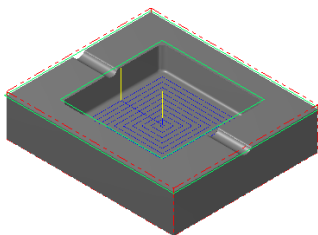

图 11.35 刀具路径
Step4. 设置曲面参数。在“曲面精加工浅平面”对话框中单击 **曲面参数** 选项卡，在 **下刀位置 (F)** 文本框中输入值 5。
Step5. 设置浅平面精加工参数。在“曲面精加工浅平面”对话框中单击 **浅平面精加工参数** 选项卡，在 **浅平面精加工参数** 选项卡的 **大切削间距 (M)** 文本框中输入值 4，选中 ☒ **由内而外环切** 复选框与 ☒ **切削顺序依照最短距离** 复选框，其他参数采用系统默认设置值。
Step6. 单击“曲面精加工浅平面”对话框中的 按钮，同时在图形区生成图 11.35